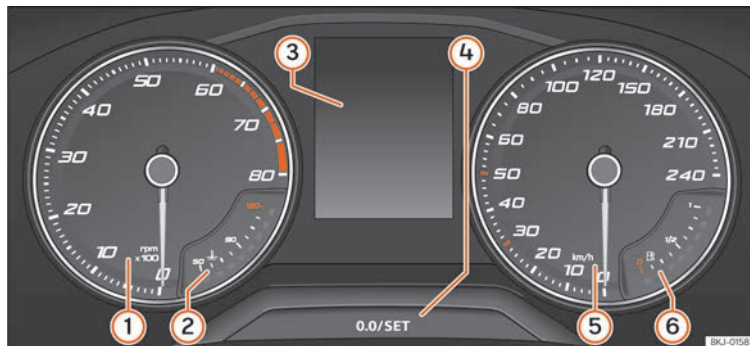

Abb. 61 Monochromes Kombi-Instrument in der Instrumententafel
»» **Abb. 61:**
- Drücken Sie kurz die Taste **(0,0/SET)** »» Abb. 61 Ⓞ, um den Tageskilometerzähler auf 0 zurück zu setzen.